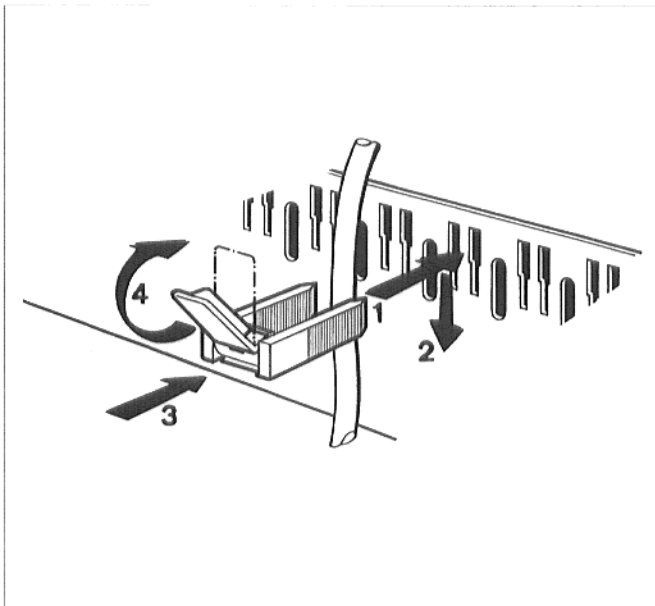

Рис. 17. Закрепить провод кабельным зажимом
- Все провода следует закрепить зажимами: зажимы для крепления кабеля с вложенным проводом, вставить сверху в шлицы рамы зажимов; при этом, ребро рычажка должно показывать вверх. Передвинуть зажим для крепления кабеля вниз, при этом, вдавливая его. Рычажок переставить вверх (рис. 17).